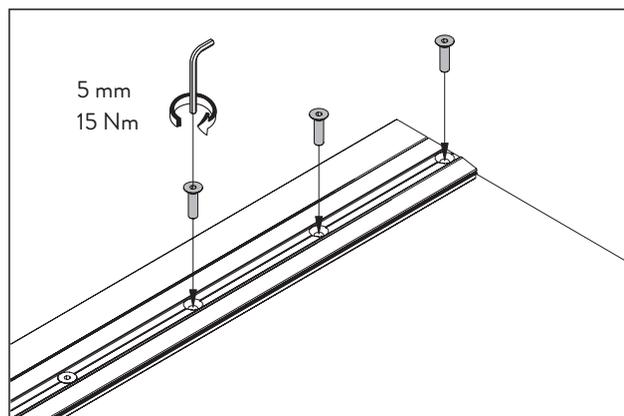

Fig. 20 Serrare le viti della guida
8. Serrare le viti per fissare saldamente la guida superiore al vetro (Fig. 20).
3. Serrare le viti per fissare saldamente la guida superiore al vetro (Fig. 20).